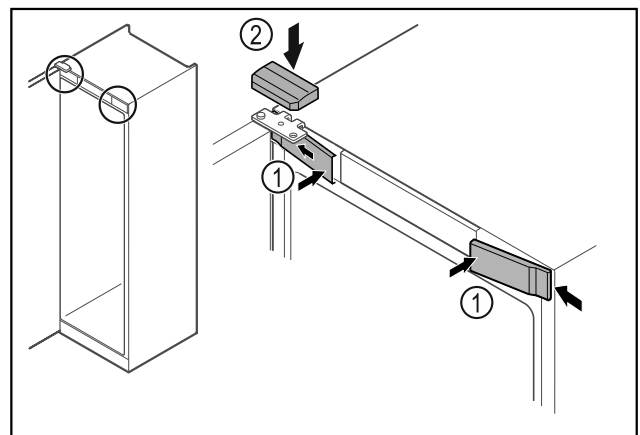

Fig. 59
- Vordere Abdeckungen Fig. 59 (1) seitlich einhaken und aufrasten.
- Obere Abdeckung Fig. 59 (2) von oben aufrasten.